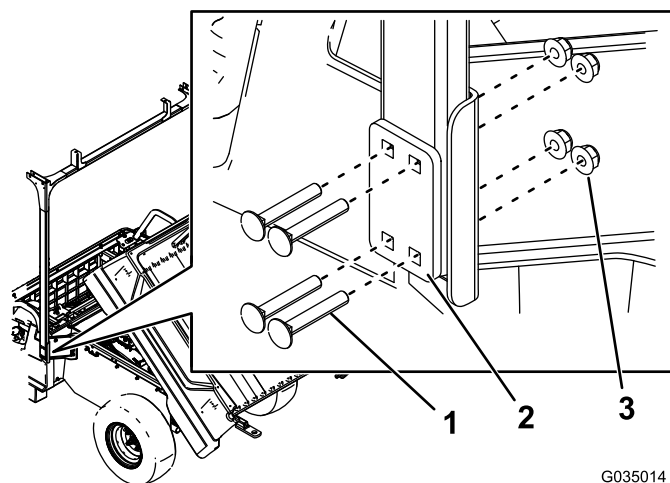

Figura 7
6. Instale provisionalmente los tubos traseros a los soportes de bucle traseros con 8 pernos de cuello cuadrado (5/16" x 2"), 2 placas de montaje y 8 tuercas (5/16"), tal y como muestra en la Figura 7.